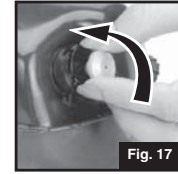
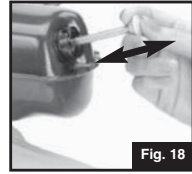

Fig. 17
Fig. 18
■ Abra la PERILLA DE LA BOMBA y bombee presión adicional al tanque. (Fig. 17 & Fig. 18)